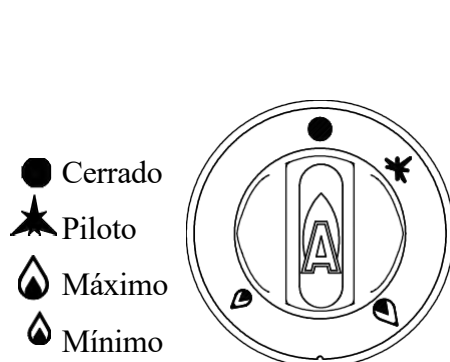
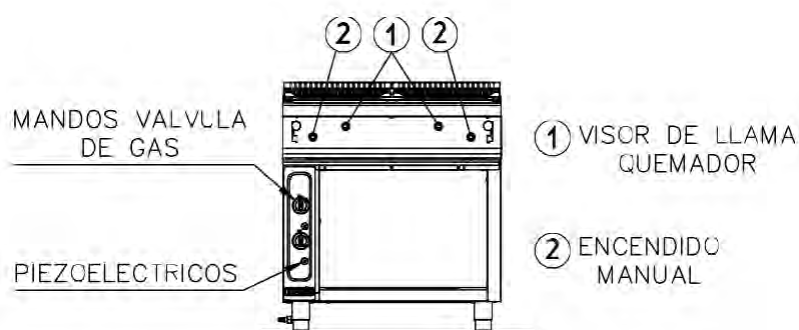

Fig.10
Fig. 11
1.1.- ENCENDIDO QUEMADORES DE LA BARBACOA. (Fig. 10 y Fig. 11)
- 2) Pulsar el mando de la válvula de gas correspondiente al quemador que se desea encender y girarlo en sentido antihorario hasta la posición “PILOTO” (★), al mismo tiempo que pulsamos repetidamente el mando del encendedor piezoeléctrico correspondiente o acerque una llama a través de los orificios de **encendido manual** (Fig. 11).
1.2.- APAGADO DE LOS QUEMADORES. (Fig. 10)